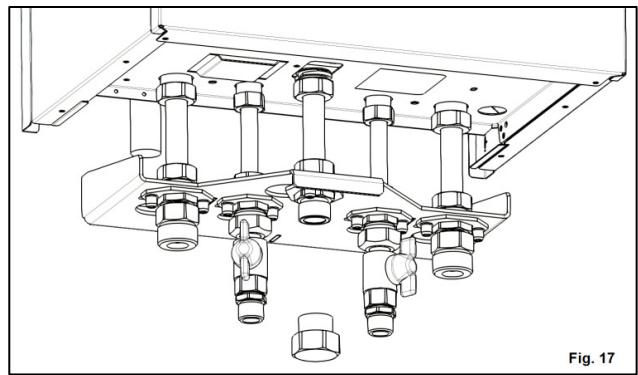
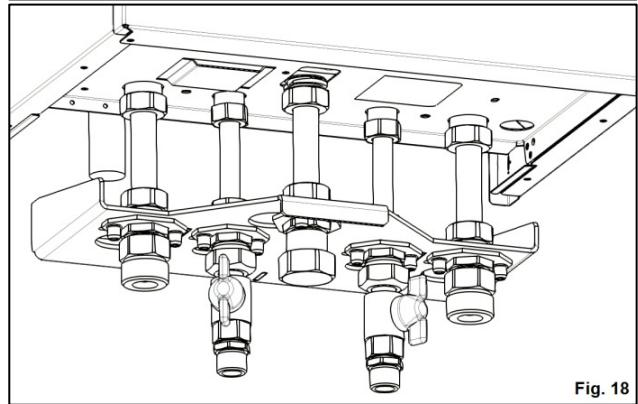

Fig. 17
Fig. 18
**12.** Se ataseaza partea cu filet interior, a racordului olandez aferent robinetului de gaz N, la racordul G (Fig. 17), asigurandu-se etansarea cu snur de canepa (Fig. 18).